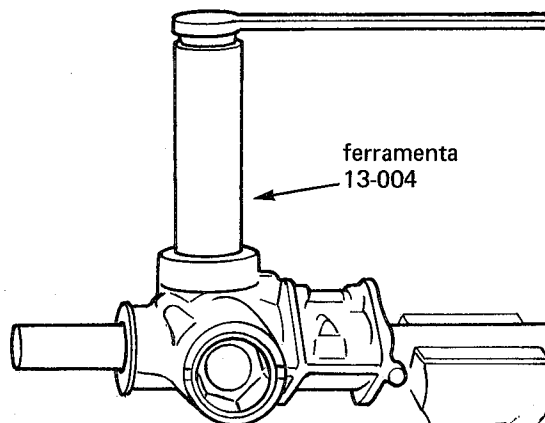

fig. 17
4. Instalar o vedador na tampa do conjunto do pinhão; aplicar vedante na rosca da tampa e, com o auxílio da ferramenta 13-004, apertá-la ao torque especificado, travando-a e puncionando-a em três pontos equidistantes (fig. 17)